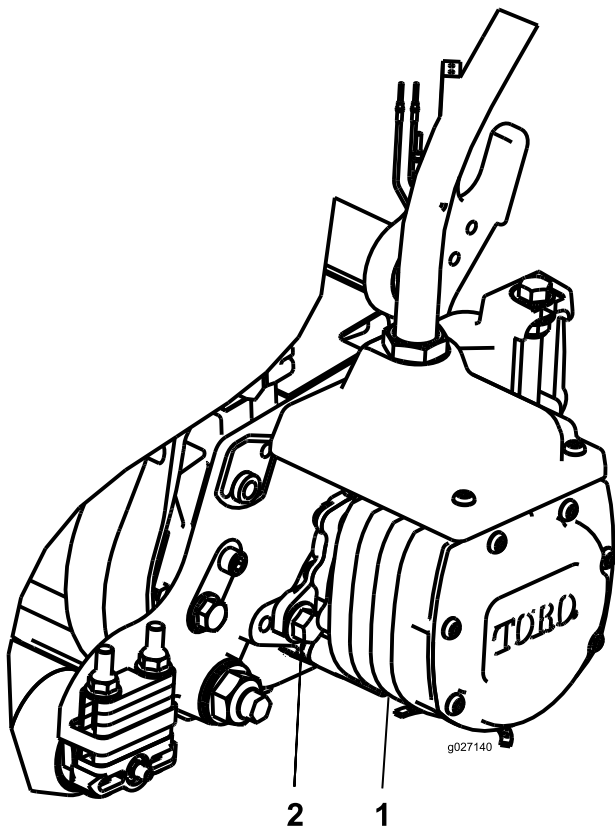

Figura 10
14. Instale el motor girándolo en el sentido de las agujas del reloj de modo que las bridas del motor no choquen con los pernos (Figura 10).